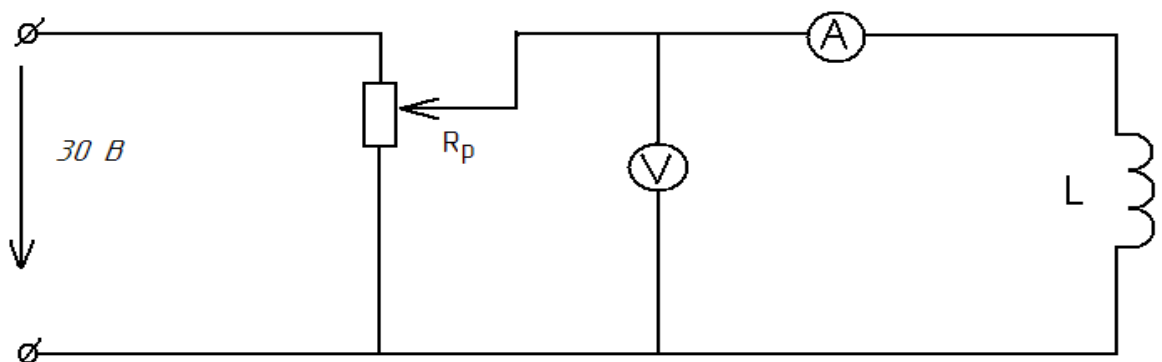

Рисунок 1. Электрическая схема цепи с катушкой индуктивности.
1. Собрать электрическую схему опыта (рисунок 1) и дать её проверить руководителю.